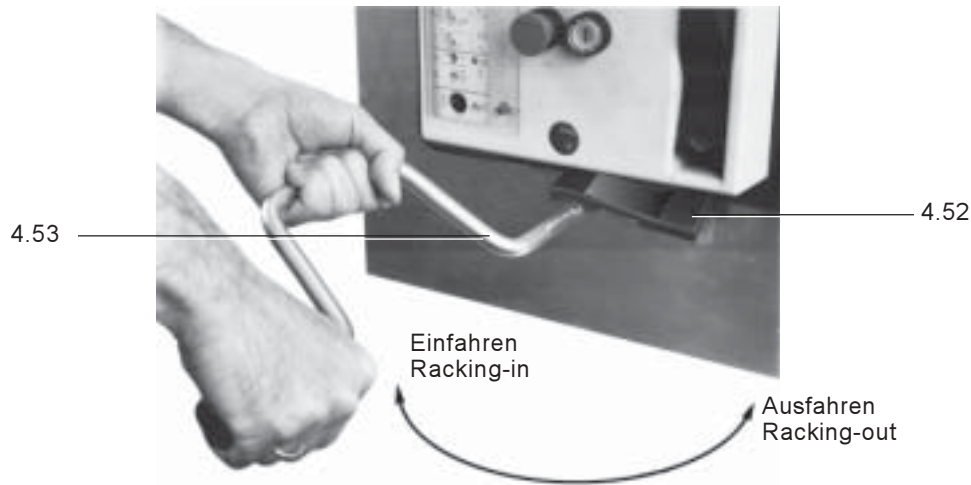

Fig. 18
- Abdeckung 4.52 anheben (Fig. 18)
- Remove covering 4.52 (Fig. 18)